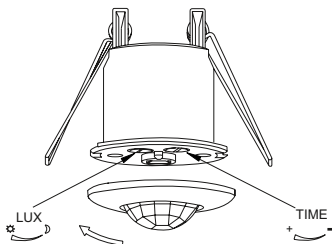

Рисунок 13 – Датчик движения ДД 301
- повернуть против часовой стрелки крышку с линзой датчика. Снять крышку (рисунок 13);